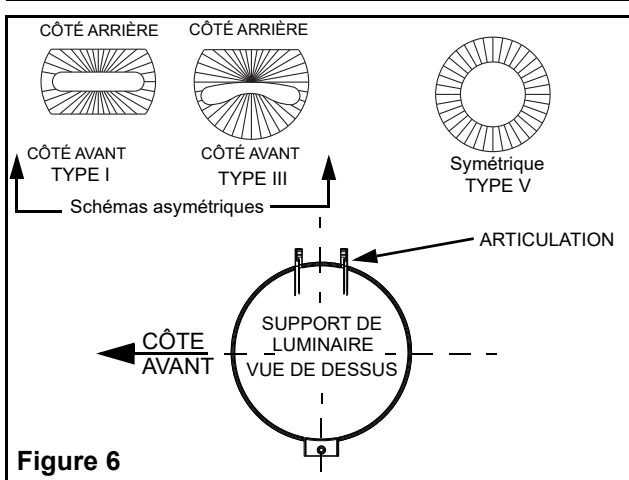
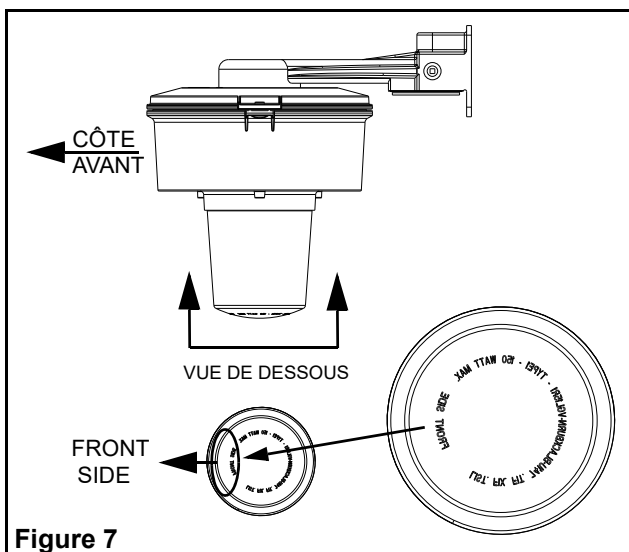

Figure 6
Figure 7
8. Vérifier que le globe est vissé à la main dans de l'assemblage de luminaire. Les globes de réfracteur non symétriques sont pré-alignés en usine (Figure 6). L'assemblage de luminaire installer avec des supports de plafond ou des supports suspendus doivent être alignés sur le « front side » (Figure 6). Les globes réfracteurs non symétriques portent le marquage « FRONT SIDE » moulé dans le globe (Figure 7).